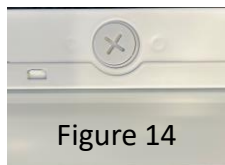
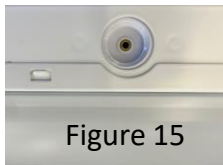

Figure 14
Figure 15
- Localisez la base du capteur sur le côté du corps du luminaire (fig. 14 (et reportez-vous à la section Dimensions de ces instructions)) et dévissez le couvercle (fig. 15).